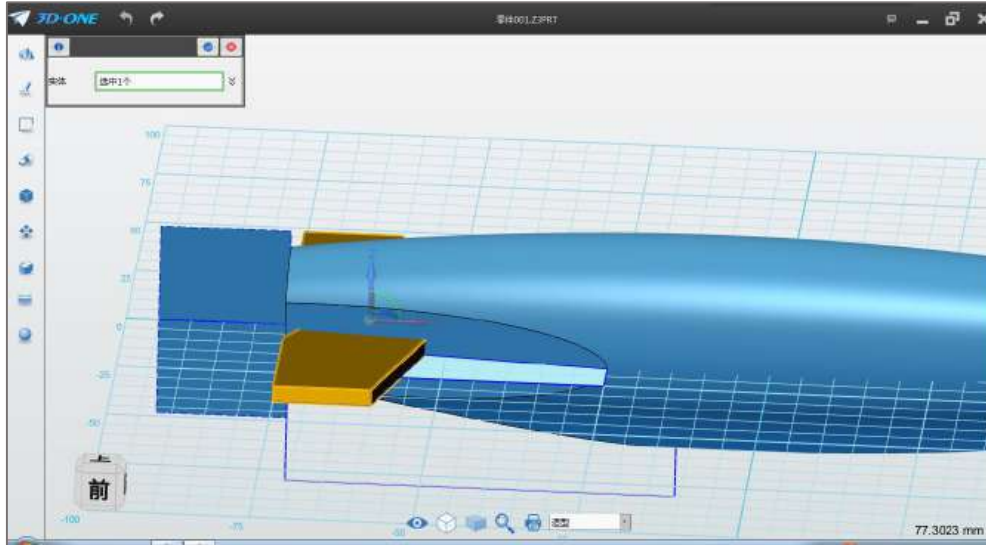

图 3-4
Step 4 点击确定完成拉伸操作。选择移动命令 ，实体选择绘制的尾翼，鼠标点击工作区坐标轴上的绿色弧线，如下图 3-4 所示：